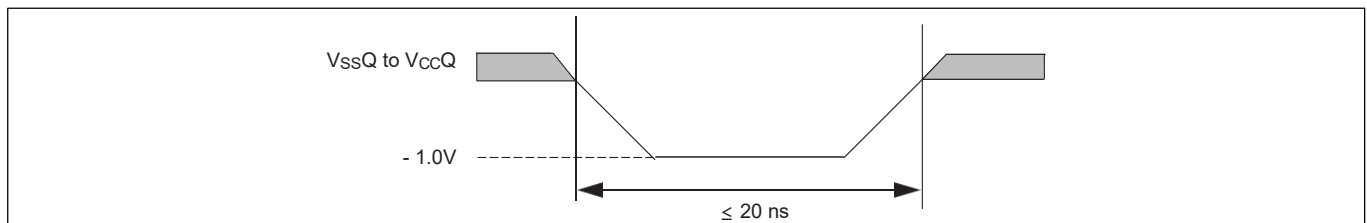
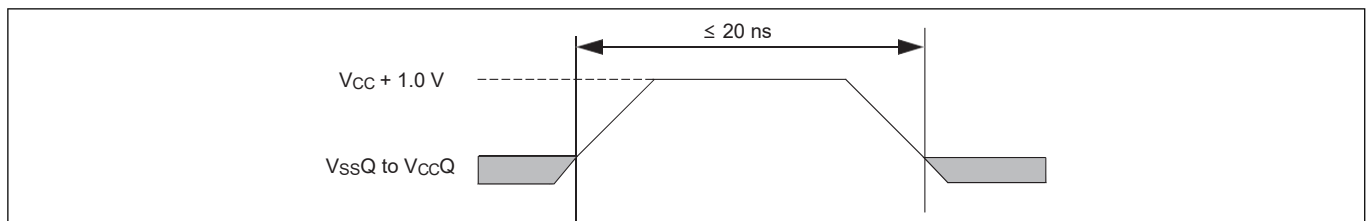

图19 最大负过冲波形
图20 最大正过冲波形
51. 输入或 IO 信号上的最小 DC 电压为 -1.0 V。在电压转换期间，输入或 IO 信号可能低于 VSS 至 -1.0 V，持续时间长达 20 ns。见 图 19。输入或 IO 信号上的最大 DC 电压为 VCC + 1.0 V。在电压转换期间，输入或 IO 信号可能高于 VCC + 1.0 V，持续时间长达 20 ns。见 图 20。